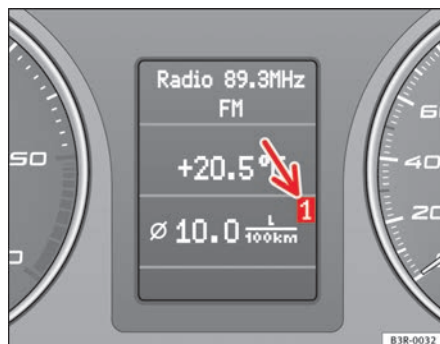

Fig. 59 Computador de bordo: Nível de memória 1
O nível de memória que está a ser visualizado no visor digital pode reconhecer-se pelos números visualizados ⇒ fig. 59. Os dados da memória para um só percurso (computador de bordo 1) visualizam-se se no visor digital aparecer um 1. Se aparecer um 2, no visor digital visualizam-se os dados da memória para todos os percursos (computador de bordo 2).
- Pressione brevemente a tecla Reset **(B)** até que o computador de bordo (nível de memória 1 ou 2) apareça no visor ⇒ **página 87, fig. 59**.